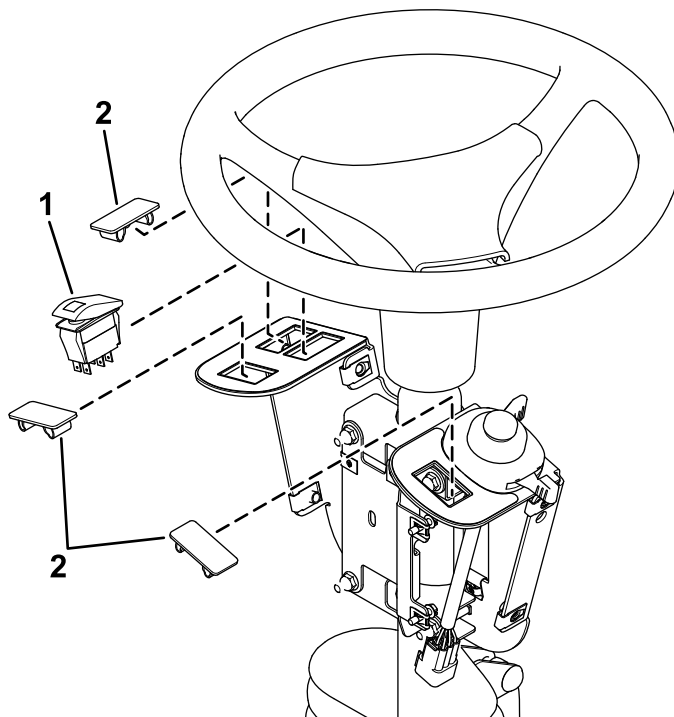

Figura 5
- Montate l'interruttore a bilanciere e i tappi per i fori nel supporto dell'interruttore (Figura 5).